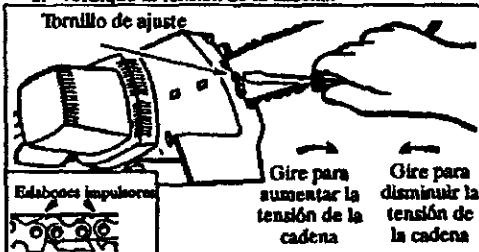

Figura 11
Gire el tornillo de ajuste en sentido horario hasta que los estabones de la cadena entren en la ranura de la barra. Figura 11 (recuadro).
**NOTA:** Para tensionar la cadena, gire el tornillo de ajuste en sentido horario, para aflojar la cadena, gire el tornillo de ajuste en sentido antihorario. Figura 11.